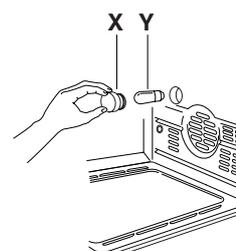

fig. 15
- desparafusar a tampa de vidro de protecção (X), girando-a no sentido inverso aos ponteiros do relógio e substituir a lâmpada (Y) por uma nova do mesmo tipo (ver a Fig. 15). Colocar novamente a tampa de vidro de protecção (X).